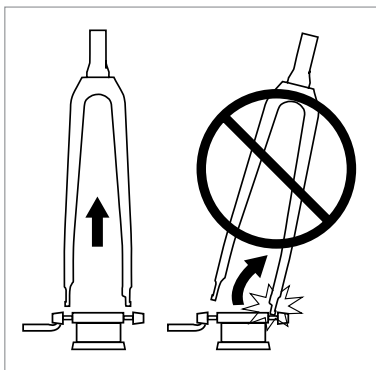

Figure 9
2. Pour retirer la bicyclette, soulevez la fourche de façon à dégager les pattes uniformément. Incliner le vélo hors du support risque d'endommager les pattes (Fig. 9).